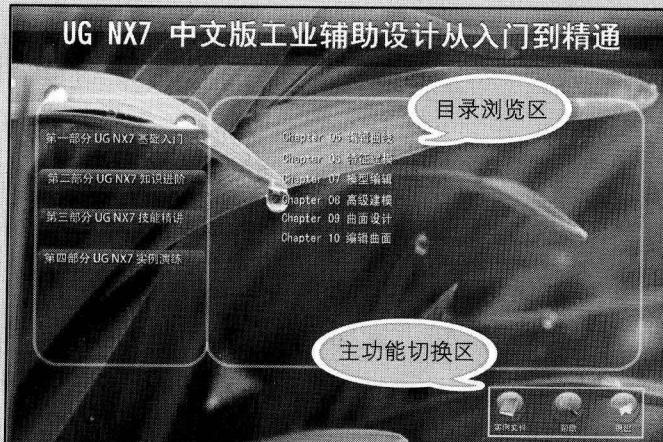

图1 光盘主界面
- ① 将本书的配套光盘放入光驱后，只需在“我的电脑”中双击光驱的盘符就可以进入配套光盘；双击main.exe文件，就会自动运行多媒体程序，进入光盘的主界面，如图1所示。